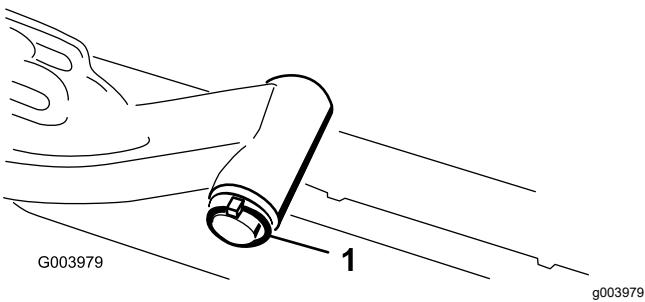

**Bild 12**
14. Befestigen Sie die Hubarmkette Ständer mit dem Einraststift an der Kettenhalterung (**Bild 12**).